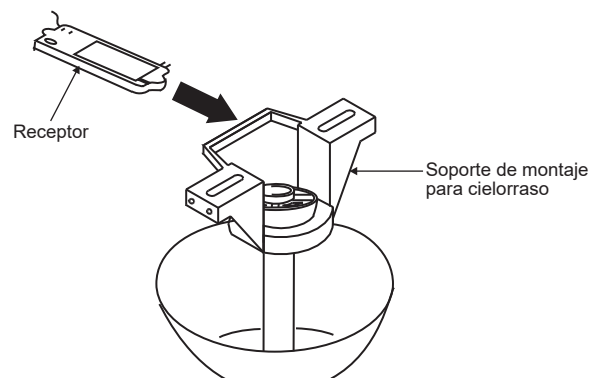

Fig. 13
Paso 1. Inserte el receptor en el soporte de montaje en techo con el lado plano del receptor hacia el techo. (Fig. 13) Para un mejor rendimiento, asegúrese de que la antena negra, en el extremo del receptor, permanezca extendida y no enredada con ninguno de los cables eléctricos.